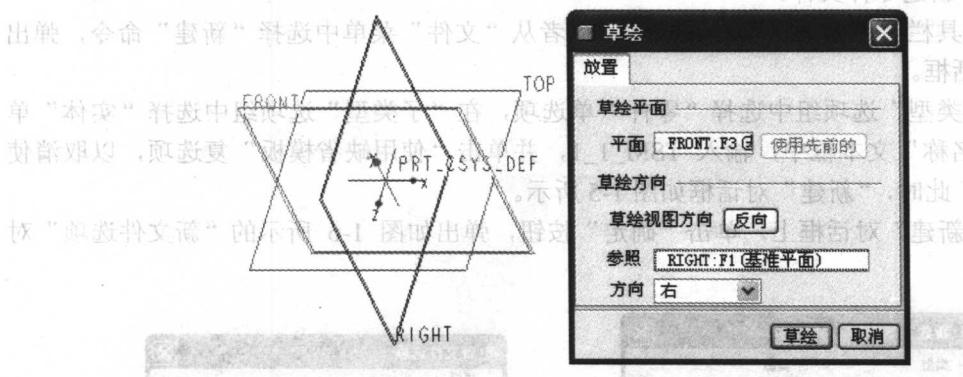

图 1-8 定义草绘平面
4) 选择 FRONT 基准平面作为草绘平面，接受其他默认设置，如图 1-8 所示，接着单击“草绘”按钮，进入草绘器中。